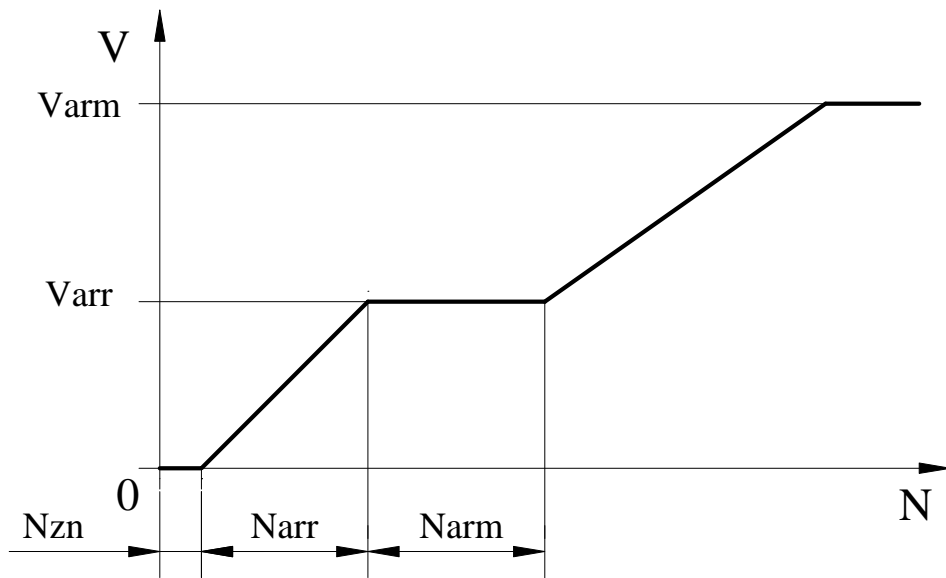

Рис.5. Скорости удержания в зависимости от модуля отклонения от точки удержания.
- 3.6.6.5. **Номер 4** – Varr (мм/сек) – малая скорость движения при удержании (арретировании) (**рис.5**).
- 3.6.6.6. **Номер 5** – Varm (мм/сек) – максимальная скорость движения при удержании (**рис.5**).
3.6.6.7. **Номер 6** – N_{arm} (мм) – участок скорости движения при удержании, где $V=V_{arr}$ (рис.5).